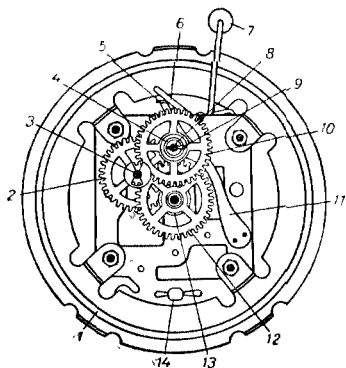
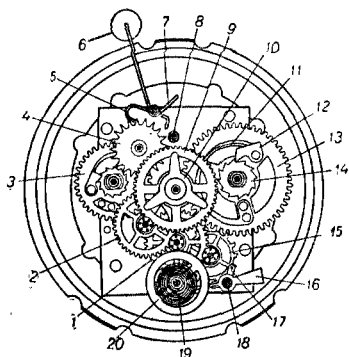

Рис. 59. Механізм будильника з боку циферблата:
Рис. 60 Механізм ходу і бою будильника:
5. Відгинаються гвіздочки, що знаходяться в рамці будильника, знімається циферблат, видаляється штифт 9, сигнальне колесо 10, годинне 12, вексельне 2 (рис. 59). Наступна робота — спускання заводної пружини.
ключ і, міцно тримаючи його правою рукою, пінцетом або викруткою в лівій руці відводять собачку 12 (рис. 60) від храпового колеса 14; спустивши на півоберта пружину, собачку опускають. Змінивши положення руки, цю дію повторюють. Так поступово провадять повний спуск пружини. Щоб руки були вільними, рекомендується провадити цю роботу, закріпивши рамку в точці 7 (рис. 59) у верстачних лещатах.
10. Хвилинний триб 13 (див. рис. 59) міцно насаджений на вісь центрального колеса. Годинникареві необхідно мати інструмент (див. рис. 33), за допомогою якого одним-двома ударами латунного молотка по осі колеса він зміг би зняти триб.